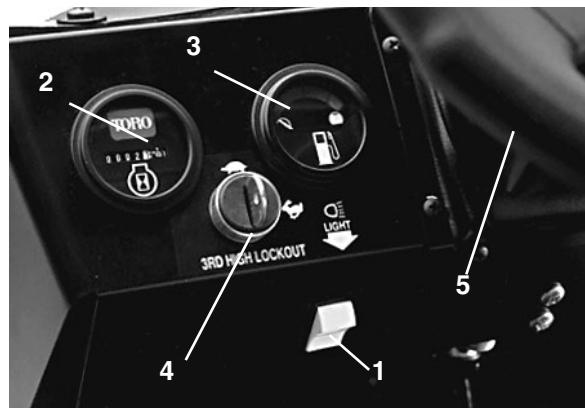

Figure 24
**Compteur horaire** (Fig. 24) – Indique le nombre total d'heures de fonctionnement de la machine. Il se déclenche chaque fois que la clé de contact est tournée à la position contact établi (ON).
**Commutateur d'éclairage** (Fig. 24) – Basculez le commutateur pour activer les phares. Appuyez dessus pour les allumer.
**gamme haute** (Fig. 24) – Déplacez le commutateur à la position lente et retirez la clé pour bloquer l'utilisation de la troisième dans la gamme haute. Le moteur est coupé si la troisième est sélectionnée lorsque la gamme haute est sélectionnée. La clé est insérée dans le sens vers le bas. Poussez sur la clé pour la tourner. Vous pouvez retirer la clé dans n'importe quelle position.
**Jauge de carburant** (Fig. 24) – Indique la quantité de carburant dans le réservoir. Ne fonctionne que lorsque le commutateur d'allumage est en position contact établi (ON).
**Volant** (Fig. 24) – Pour faire tourner le véhicule. Si le moteur cale ou si la direction assistée ne fonctionne pas en raison d'une défaillance, la direction sera plus dure.